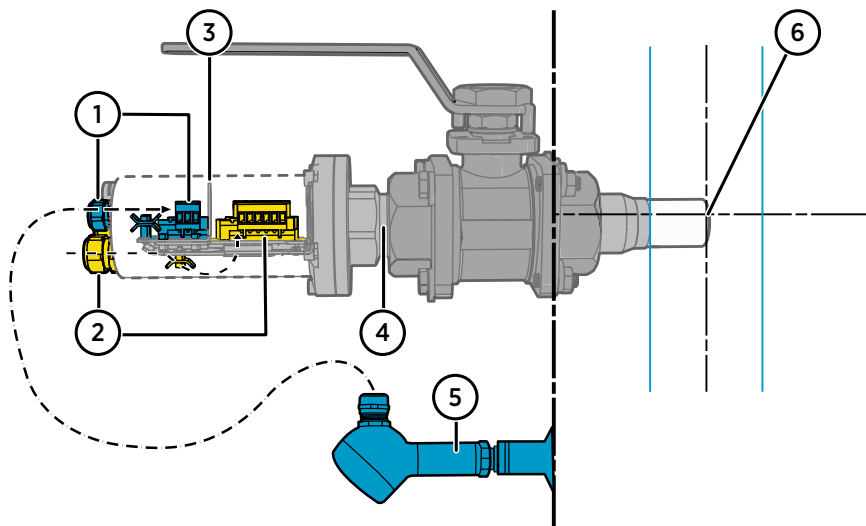
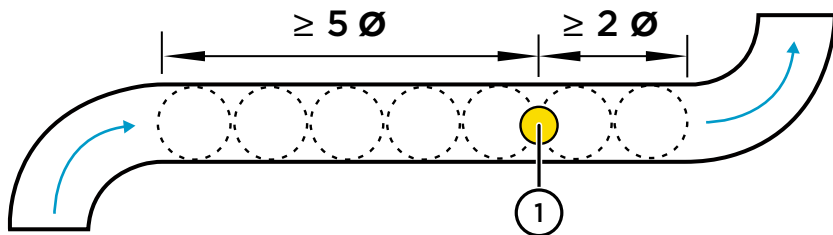

図 5 配線経路および推奨される向きと深さを示した MGP260 シリーズプローブの設置例
図 6 パイプライン上の MGP260 の推奨設置位置
図 5 (ページ 27) に、MGP260 プローブボールバルブの設置例を示します。この図では正しい配線経路を強調し、推奨される設置の深さと向きを示しています。外部圧力計測機器 (5) は、圧力補正入力オプションの例として示しています。代替オプションの説明については、圧力補正入力オプション \(ページ 28\) を参照してください。
図 6 (ページ 28) に、MGP260 の推奨設置位置を示します。プローブをパイプラインの直管に取り付けます。このとき、最も近い屈曲部やその他ガスの流れに影響を与える特徴から下流に向かってパイプの直径の 5 倍以上、次の屈曲部や同様の特徴から上流に向かってパイプの直径の 2 倍以上離れた位置にします。最良の結果を得るには、図 5 (ページ 27) に示す向きと取り付け深さを使用します。
- MGP260 コンポーネントボードの Ex ia (4~20mA) 入力端子を通じて外部圧力計測機器から受け取った圧力計測値。推奨オプションです。例については、図 5 \(ページ 27\)を参照してください。外部圧力計測機器の入力の配線については、配線図 \(ページ 34\)を参照してください。